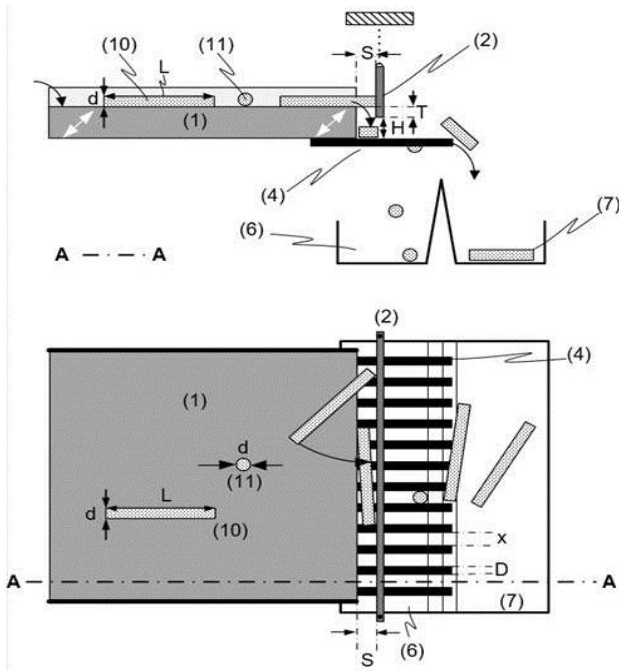

Abb. 3: Schematische Darstellung des Langteilseparators.
In Abb. 3 und Abb. 5 wird gezeigt wie frontal auf die Ablenkvorrichtung (2) stossende längliche Partikel (10) quer zum Rechen (4) ausgerichtet werden, dann durch den Schlitz S quer auf den Rechen fallen und so ins Langgut überführt werden. Rundliche Partikel (11) fallen durch den Rechen hindurch.